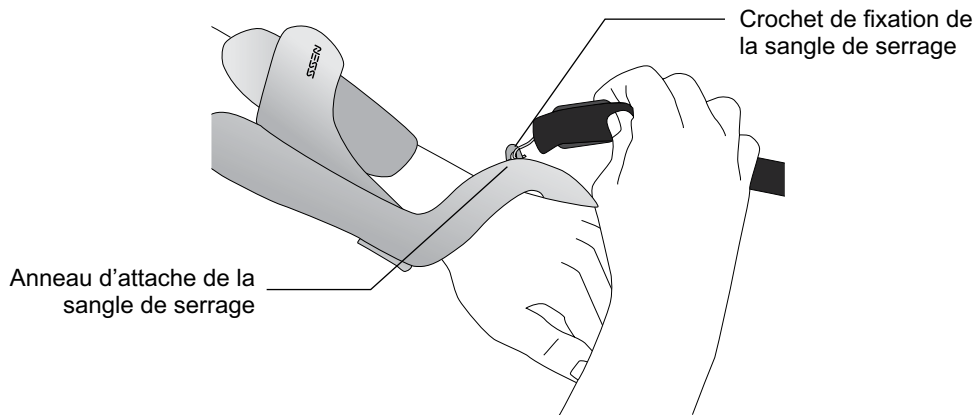

Figure 6-8 : Attacher la sangle de serrage
1. Fixez le crochet sur la sangle de serrage à l'anneau de fixation sur le pont de poignet de l'orthèse. Reportez-vous à la Figure 6-8.